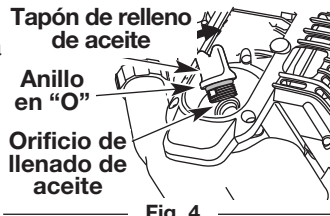

Fig. 4
- Saque el tapón de aceite/ varilla de medición del cigüeñal (Fig. 4).